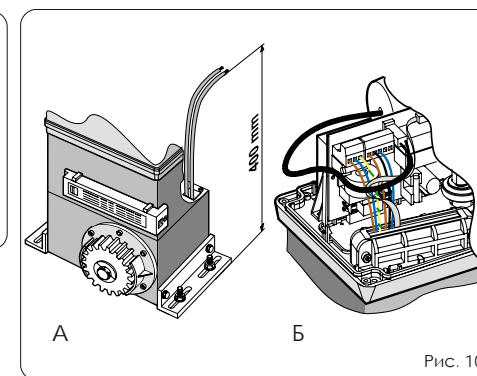

Рис. 10
3. Расположите привод на основании, используя шайбы и гайки из комплекта, как показано на рис.9. Во время этой процедуры, проложите кабели через канал в нижней части корпуса двигателя (рис.10 выноска А). Проложите кабели к блоку управления через специальное отверстие, используя резиновый кабельный хомут. Расчехлите кабель, так чтобы хомут удерживал каждый проводок в отдельности. (рис.10 выноска В).